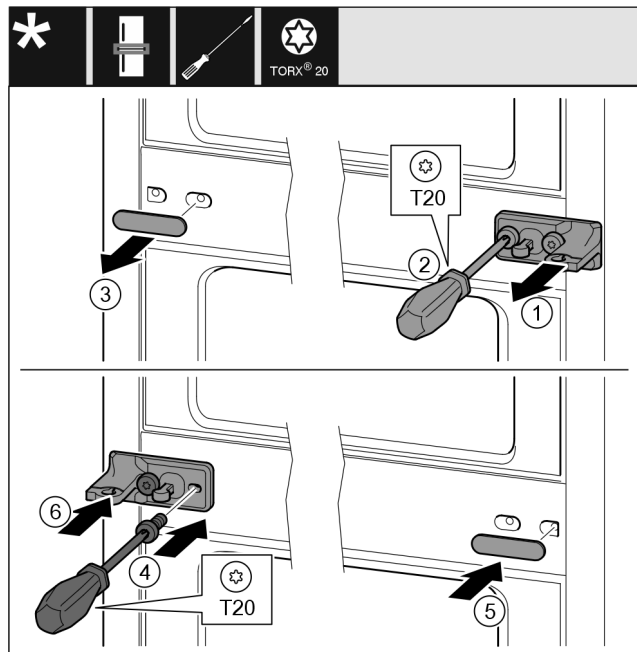

Fig. 29
- Stáhněte podložku Fig. 29 (1).
- Šroubovákem vyšroubujte šrouby Fig. 29 (2).
- Opatrně stáhněte kryt Fig. 29 (3).
- Stojan ložiska s fólií Fig. 29 (4) otočený o 180° pevně přišroubujte na druhé straně.
- Kryt Fig. 29 (5) otočený o 180° připevněte na druhé straně.
- Zepředu nasuňte podložku Fig. 29 (6).